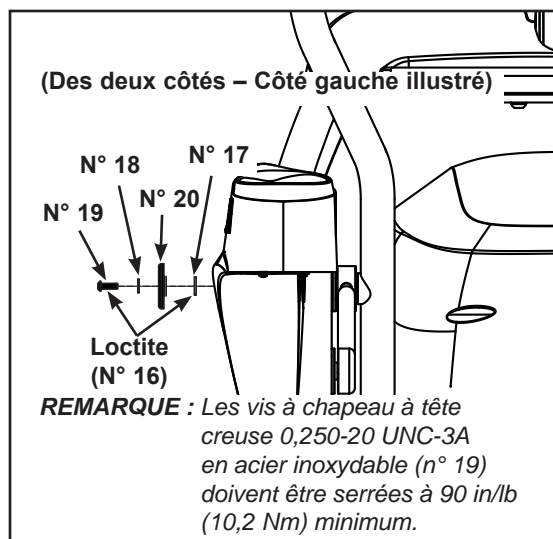

Figure 11 (750AT)
- B. Appliquez le Loctite (n° 16) aux filets situés dans le bras et aux deux vis retirées à l'étape 14B. Reportez-vous à la figure 11.
- E. Repérez la barre de liaison gauche, le guidon gauche, le chapeau de barre de liaison de 2 po DE (n° 20), l'entretoise d'accouplement (n° 17), les vis à chapeau à tête creuse 0,250-20 UNC-3A en acier inoxydable (n° 19) et la rondelle plate 0,281 DI x 0,500 DE x 0,062 T (n° 18). Reportez-vous à la figure 11.
- G. Utilisez la clé Allen de 3/16 po (n° 7), fixez la barre de liaison au guidon avec le chapeau de barre de liaison de 2 po DO (n° 20), l'entretoise d'accouplement (n° 17), les vis à chapeau à tête creuse 0,250-20 UNC-3A en acier inoxydable (n° 19) et la rondelle plate 0,281 DI x 0,500 DO x 0,062 épaisseur (n° 18) tel qu'illustré à la figure 11. **REMARQUE :** Les vis à chapeau à tête creuse 0,250-20 UNC-3A en acier inoxydable (n° 19) doivent être serrées à 90 in/lb (10,2 Nm) au minimum.
- B. Appliquez le Loctite (n° 16) aux filets situés dans le bras et aux vis retirées à l'étape 14B. Reportez-vous à la figure 11.
- E. Repérez la barre de liaison droite, le guidon droit, le chapeau de barre de liaison de 2 po DE (n° 20), l'entretoise d'accouplement (n° 17), les vis à chapeau à tête creuse 0,250-20 UNC-3A en acier inoxydable (n° 19) et la rondelle plate 0,281 DI x 0,500 DE x 0,062 épaisseur (n° 18). Reportez-vous à la figure 11.